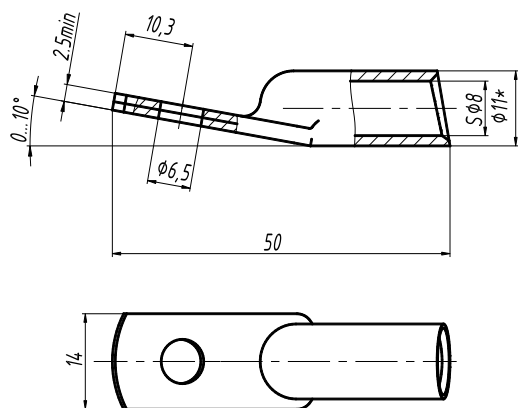

Рис.2 Специальный кабельный наконечник
*3 – с помощью специальных медных кабельных наконечников в соответствии с рис.2;